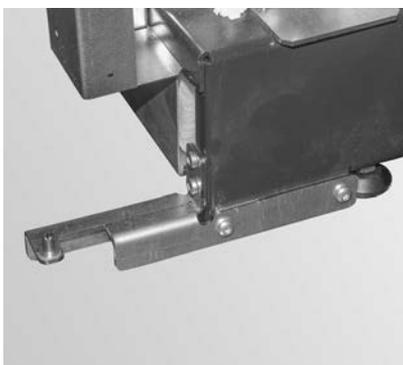

Fig. 56 Türscharnier unten anschrauben
- Türscharnier unten mit 4 gewindefurchende Schrauben M5x10 TT anschrauben – Fig. 56.